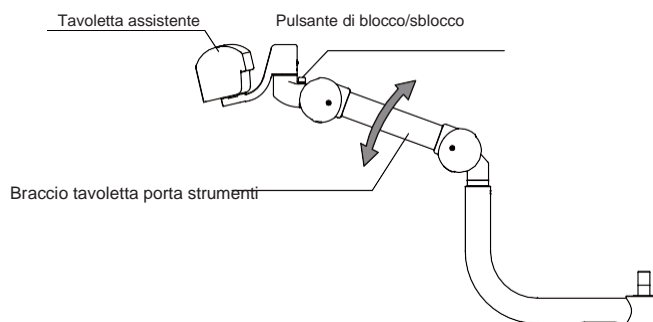

Fig. 3-24 Braccio tavoletta assistente regolabile in altezza
(7) Braccio tavoletta assistente regolabile in altezza (Optional) (Fig.3-24)